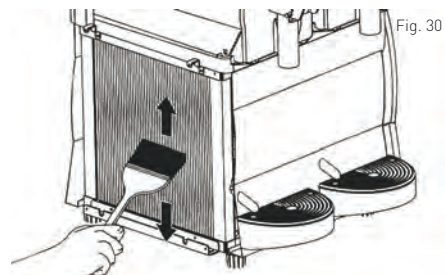

Fig. 30
- 4) En utilisant la brosse sèche (non fournie avec l'appareil) éliminez la poussière accumulée. (Voir : Fig. 30)